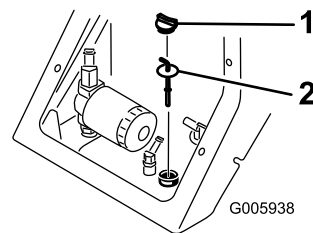

Figura 39
4. Limpie la zona alrededor del cuello de llenado del depósito de aceite hidráulico (Figura 39).
5. Retire el tapón del cuello de llenado y compruebe el nivel de fluido en la varilla (Figura 39).